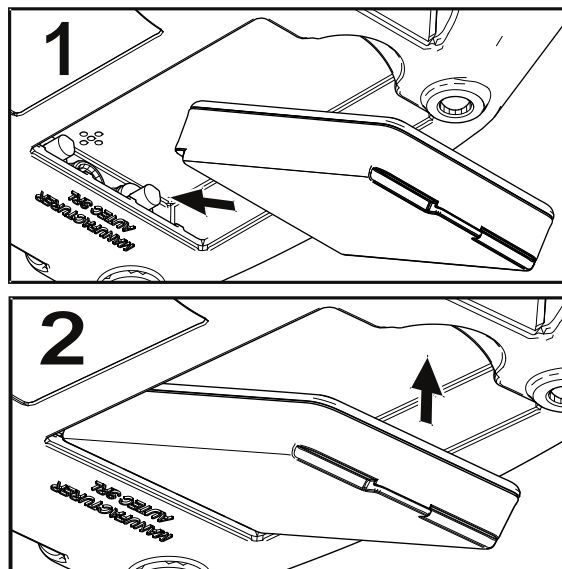

Abb. 12 - Einlegen des Akkus
- Drücken Sie den Akku in Richtung der Kontakte (Pos. 1, Abb. 12).
- Setzen Sie den Akku in das Gehäuse ein (Pos. 2, Abb. 12) und achten Sie darauf, dass die Kontakte übereinstimmen.